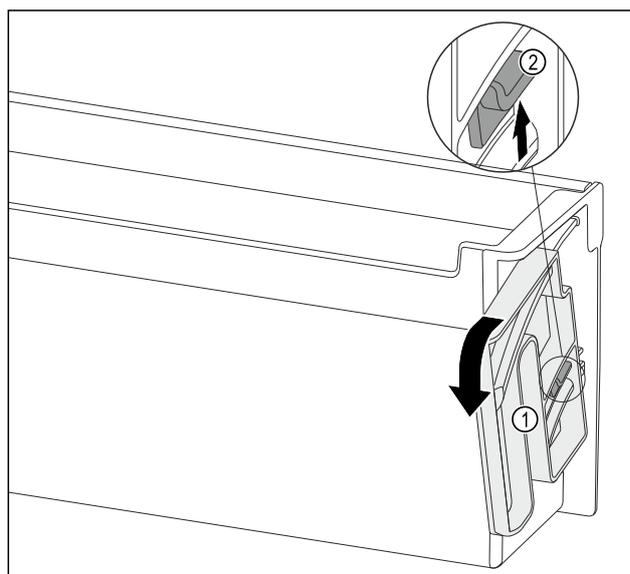

Fig. 116
- Tourner l'unité de rotation Fig. 116 (1) dans le sens indiqué jusqu'en butée.
- Pousser la languette Fig. 116 (2) vers le haut et retirer l'unité de rotation Fig. 116 (1).